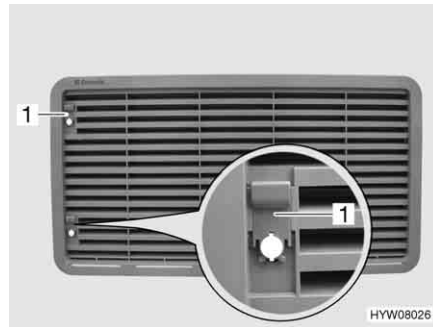

Bild 187 Kühlschrank-Lüftungsgitter
- Schieber (Bild 187,1) nach oben schieben.